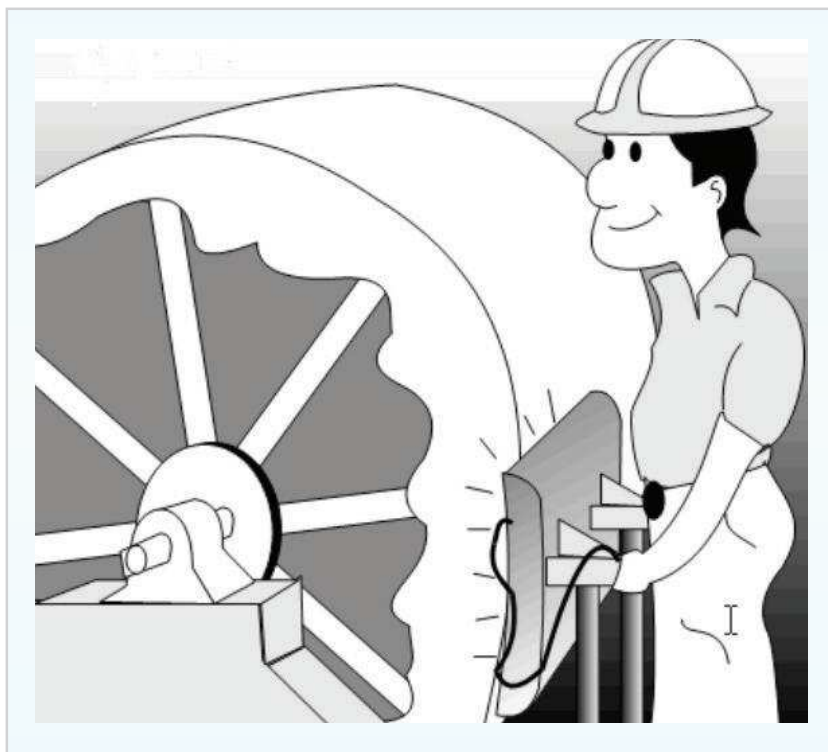

Figura 3: Método da lâmpada de infravermelho.
- **Método da lâmpada de infravermelho:** o processo de encolhimento é feito através de um equipamento composto por resistências elétricas ou lâmpadas de infravermelho que, uma vez incandescentes, irradiam calor e aquecem a superfície da tela, conforme mostra a figura 3.